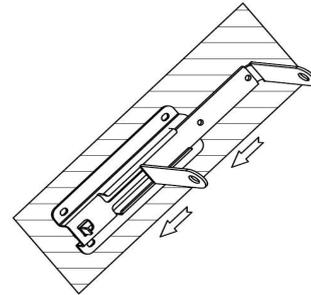

Fig.3
5. Schieben Sie die Rolle auf die Montagehalterung und befestigen Sie sie dann mit einer Schraube von 1*6*10mm.Siehe Abb.3